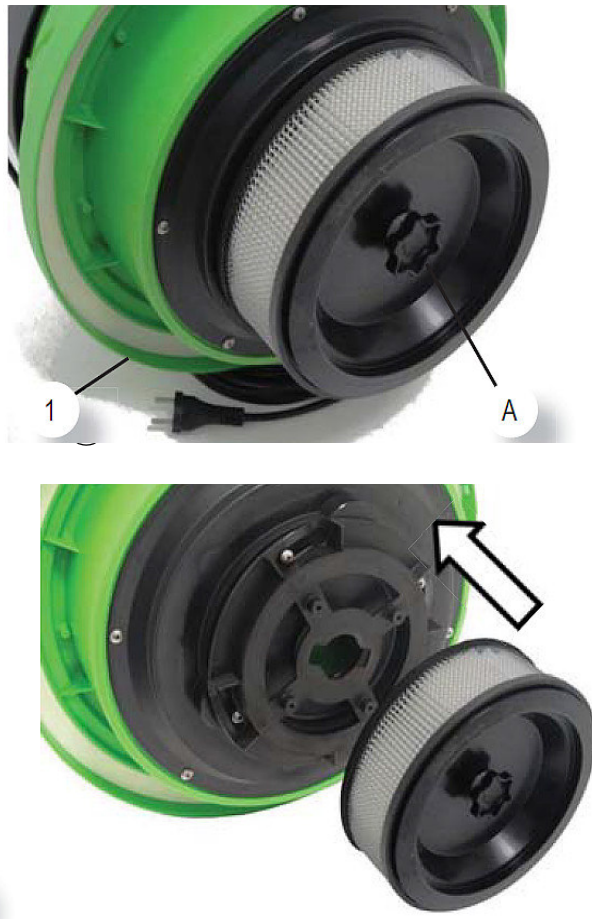

Abb. 15: Filter austauschen
- Schritt 4: Lösen Sie durch drehen des Sterngriffes (Pos. A, Abb.15) das Filterelement.